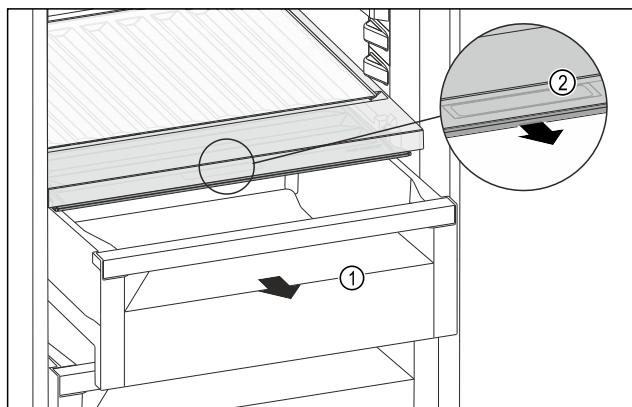

Fig. 172
- ▶ Træk skuffen Fig. 172 (1) ud.
- ▶ Tag fat i grebsforsænkningen Fig. 172 (2) i bokslåget, og træk samtidigt bokslåget frem.